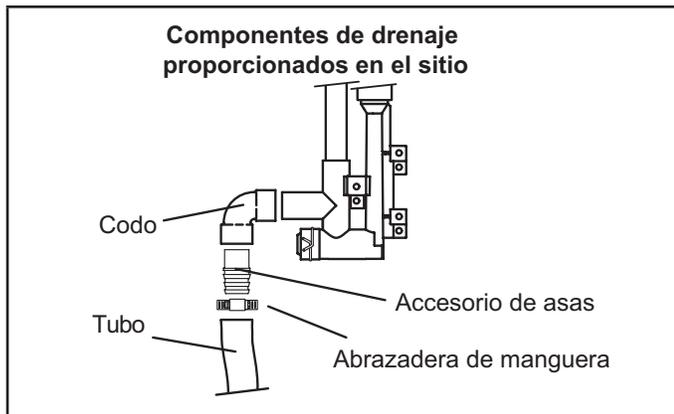
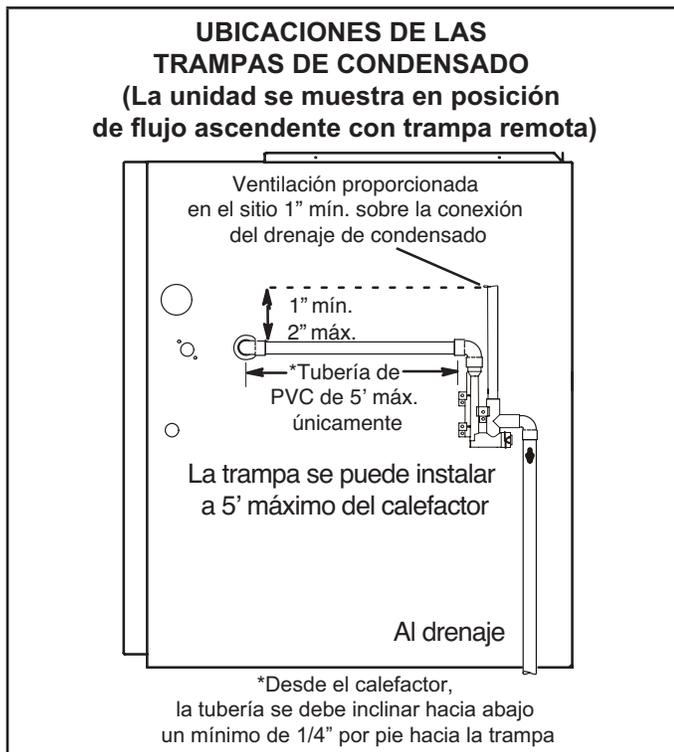

FIGURA 39
FIGURA 40
Esta unidad está diseñada para salida de la tubería de condensado a la derecha o a la izquierda en aplicaciones de flujo ascendente. En aplicaciones horizontales, la trampa de condensado se debe extender debajo de la unidad. Se requiere un espaciamiento de servicio de 8" para la trampa de condensado. Consultar la FIGURA 38 y la FIGURA 40 para las ubicaciones de las trampas de condensado. La Figura 39 muestra el ensamble de trampa usando PVC de 1/2" o PVC de 3/4".
- 3 - Instale la tapa sobre la abertura de limpieza en la base de la trampa. Sujétela con una abrazadera. Ver la Figura 39.
**NOTA** - Se puede usar un tubo de tamaño apropiado y un accesorio de asas para el drenaje de condensado. Conéctelos al drenaje en la trampa con una abrazadera de manguera. Ver la FIGURA 39.